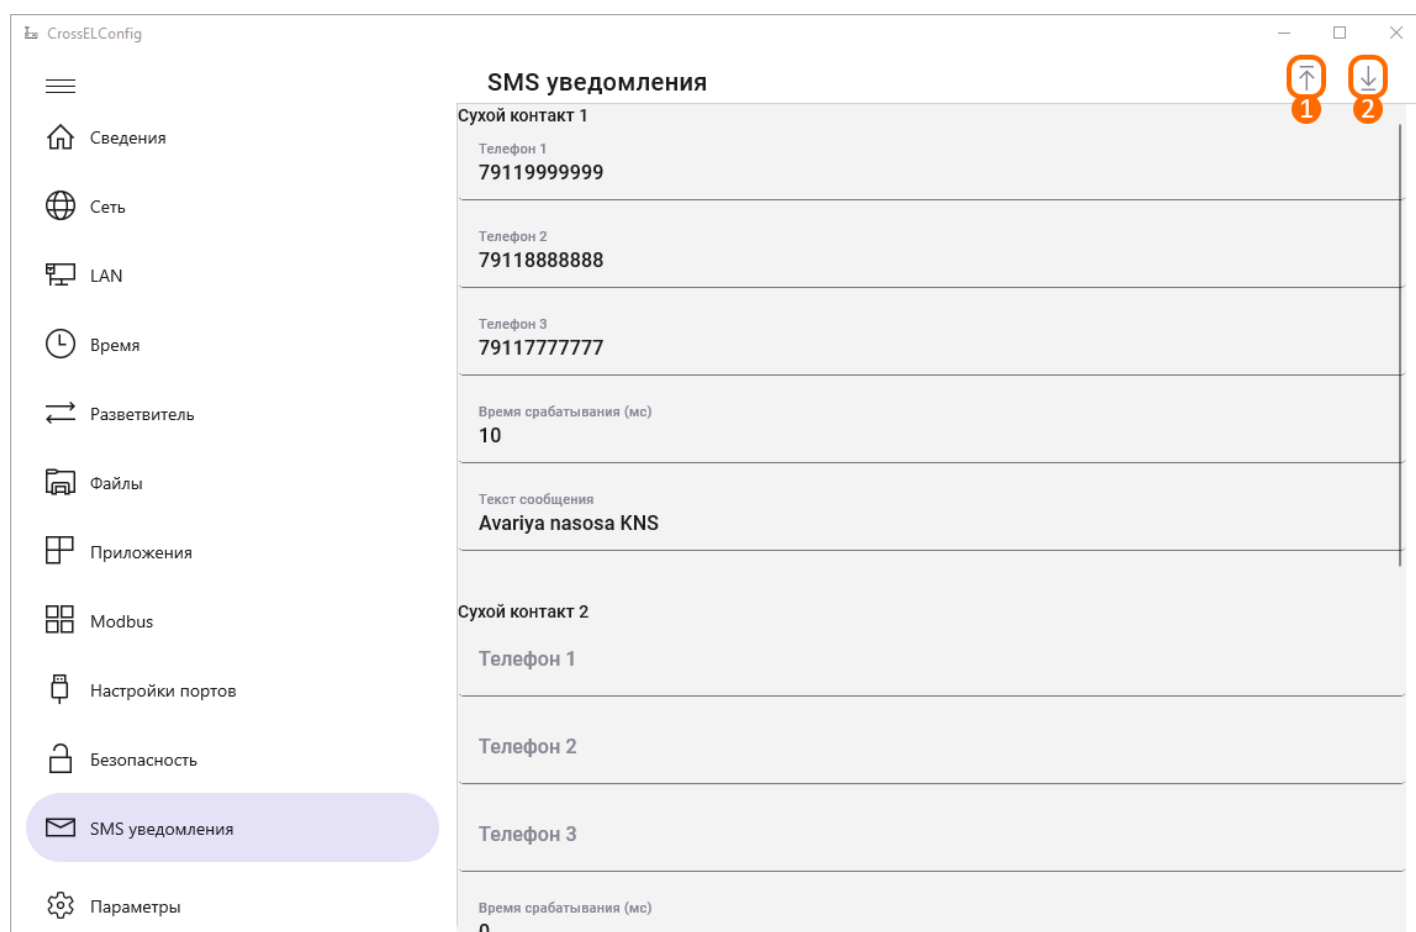

Рисунок 14 – Вкладка «SMS уведомления»
Вкладка позволяет настроить SMS-уведомления о срабатывании сухих контактов (рис. 14). Для настройки каждого сухого контакта имеются следующие параметры:
- Кнопка записи параметров (рис. 14, элемент 1) позволяет записать параметры SMS-уведомлений;
- Кнопка чтения параметров (рис. 14, элемент 2) позволяет считать параметры SMS-уведомлений.